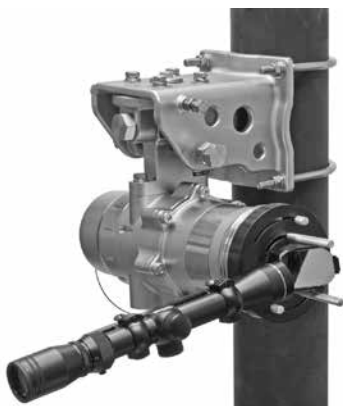

Figura 26 — LS2000 com a Ferramenta de alinhamento instalada
6. Instale a ferramenta de alinhamento no módulo receptor, inserindo os parafusos cativos nos orifícios com rosca no visor. Consulte a Figura 26. Certifique-se de que a ferramenta de alinhamento esteja instalada corretamente, que a ocular esteja acessível e que os parafusos estejam apertados completamente.